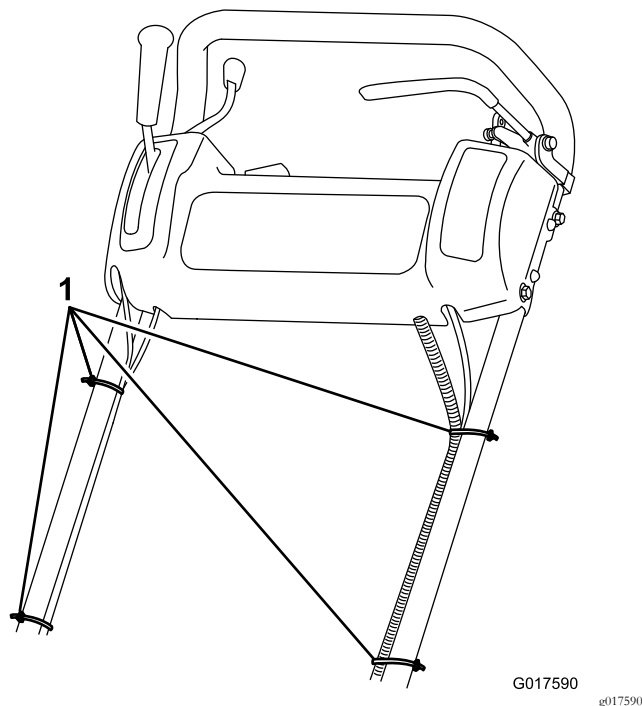

Рисунок 4
7. Кабельными стяжками прикрепите тросики и жгут проводов к рукоятке (Рисунок 4).